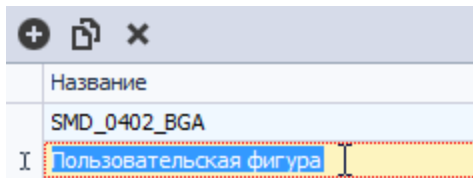

Рис. 57 Ввод названия фигуры
4. Ввести название создаваемой фигуры в появившейся строке, см. Рис. 57.